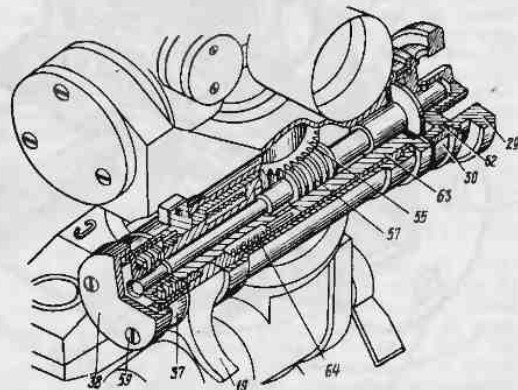
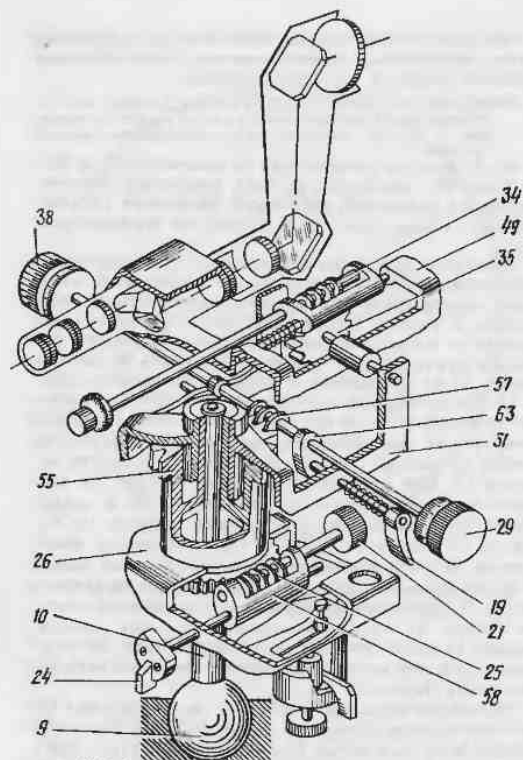

РИС. 6. РАЗРЕЗ ОТСЧЕТНОГО МЕХАНИЗМА ИЗМЕРЕНИЯ ГОРИЗОНТАЛЬНЫХ УГЛОВ:
РИС. 9. КИНЕМАТИЧЕСКАЯ СХЕМА БУССОЛИ
6.1.3. Средняя часть буссоли состоит из кронштейна 31 (рис. 4), червячного колеса 35, жестко соединенного винтами с кронштейном 31, и отсчетного механизма измерения горизонтальных углов, состоящего из рукояток 19 (рис. 4 и 6), 29 и 38, шкалы 30 (угломерной, точной), шкалы 37 (буссольной, точной), червяка 57 (рис. 6), пружин 62, 64 и эксцентрика 63.
Риска «У», нанесенная на эксцентрик 63 (рис. 6), предназначена для совмещения с ней штрихов шкалы 30 (рис. 4 и 6); риска «Б», нанесенная на рукоятке 19, служит для совмещения с ней штрихов шкалы 37.
6.1.6. Буссоль разработана по кинематической схеме (рис. 9), состоящей из трех червячных передач: механизма наведения, отсчетного механизма горизонтальных углов и отсчетного механизма вертикальных углов.
Механизм наведения обеспечивает ориентирование кронштейна 26 (всей буссоли) по магнитному меридиану относительно неподвижно закрепленного накопчика 9. Грубое (предварительное) ориентирование буссоли по магнитному меридиану осуществляется нажатием на рукоятку 24, при этом эксцентрик 58 выводит червяк 25 из зацепления с зубьями червячного колеса 10. После этого кронштейн 26 (всю буссоль), который свободно сидит на оси червячного колеса 10, можно повернуть на требуемый угол для грубого совмещения концов магнитной стрелки 15 (рис. 4) с рисками индексов 12. При отпускании рукоятки 24 (рис. 9) возвратная пружина давит на эксцентрик 58 и вводит червяк 25 в зацепление с червячным колесом 10. Рукоятку 24 отпустить плавно. Ориентирование кронштейна 26 (точное) осуществляется обкаткой червяка 25 при вращении его рукояткой 21 вокруг червячного колеса 10. При совмещении концов магнитной стрелки 15 (рис. 4) с рисками индексов 12 и при установленных нулевых отсчетах буссольных шкал 28 и 37 оптическая ось монокуляра параллельна магнитному меридиану Земли.
Отсчетный механизм измерения горизонтальных углов обеспечивает поворот в горизонтальной плоскости средней и верхней частей буссоли на любой угол (360°) относительно ориентированной по магнитному меридиану нижней части. Поворот средней и верхней частей буссоли осуществляется обкаткой червяка 57 (рис. 9) вокруг червячного колеса 55 вращением рукояток 29 и 38. При повороте средней и верхней частей буссоли
относительно ориентированной нижней части снимается отсчет по буссольным шкалам 28 (рис. 4) и 37 (определяются магнитные азимуты и дирекционные углы) и по угломерным шкалам 27 и 30 измеряются углы в горизонтальной плоскости. Эксцентрик 63 (рис. 9) обеспечивает вывод червяка 57 из зацепления с зубьями червячного колеса 55 в тех случаях, когда необходимо быстро повернуть среднюю и верхнюю части буссоли и грубо навести монокуляр на выбранный предмет. Вывод червяка 57 из зацепления с червячным колесом 55 осуществляется нажатием на рукоятку 19, а ввод — возвратной пружиной 64 (рис. 6). Рукоятку 19 отпущать плавно.
Отсчетный механизм измерения вертикальных углов обеспечивает поворот верхней части с монокуляром в вертикальной плоскости на угол $\pm 3-00$ относительно в нижней и средней частей буссоли. Поворот верхней части с монокуляром в вертикальной плоскости осуществляется обкаткой червяка 34 (рис. 9) вокруг червячного колеса 35 при вращении рукоятки 42 (рис. 4). Червяк 34 смонтирован в корпусе 49 монокуляра. Отсчетный механизм измерения вертикальных углов содержит также эксцентрик и возвратную пружину, которые обеспечивают постоянное поджатие червяка 34 (рис. 9) к червячному колесу 35. Отсчет вертикальных углов производится по шкалам 33 (рис. 4) и 36.